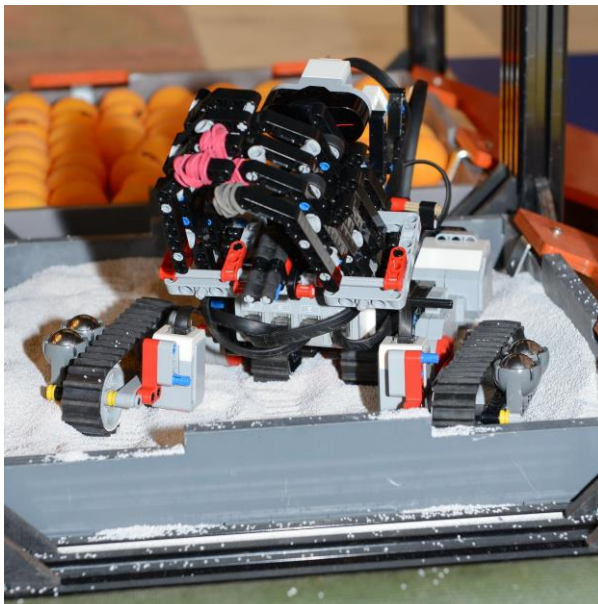

Рисунок 7 - «Песок»
- 1.5.6. **Песок** – участок, представляющий собой короб, наполненный песком. (рисунок 7). Габариты короба 340х340х40. Высота песчаного слоя колеблется в пределах 10-30 мм.